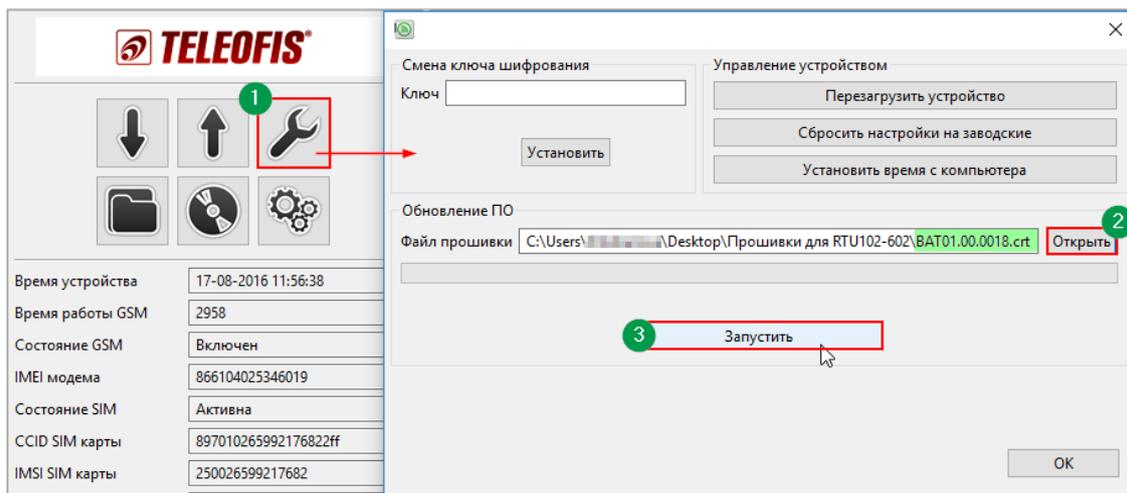

Рис. 33. Обновление встроенного ПО УСПД RTU602.
2. Нажмите кнопку **Сервисные функции** на панели управления (1) (Рис. 33).
3. В открывшемся окне нажмите **Открыть** (2), выберите на ПК файл прошивки с расширением **.crt** и нажмите **Запустить** (3). После успешной перепрошивки УСПД автоматически перезагрузится.